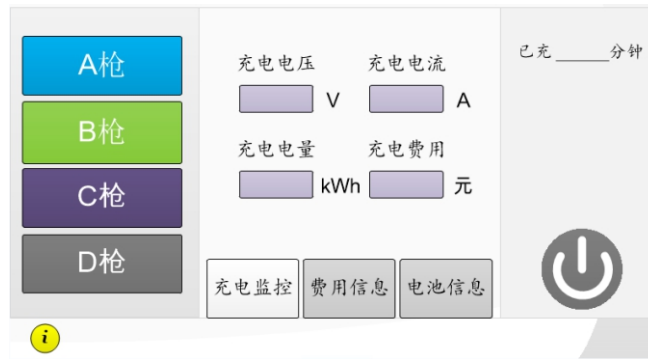

图3-4 充电界面
(4) 充电桩开始对汽车读取BMS信息和对车进行充电，如图3-4所示：